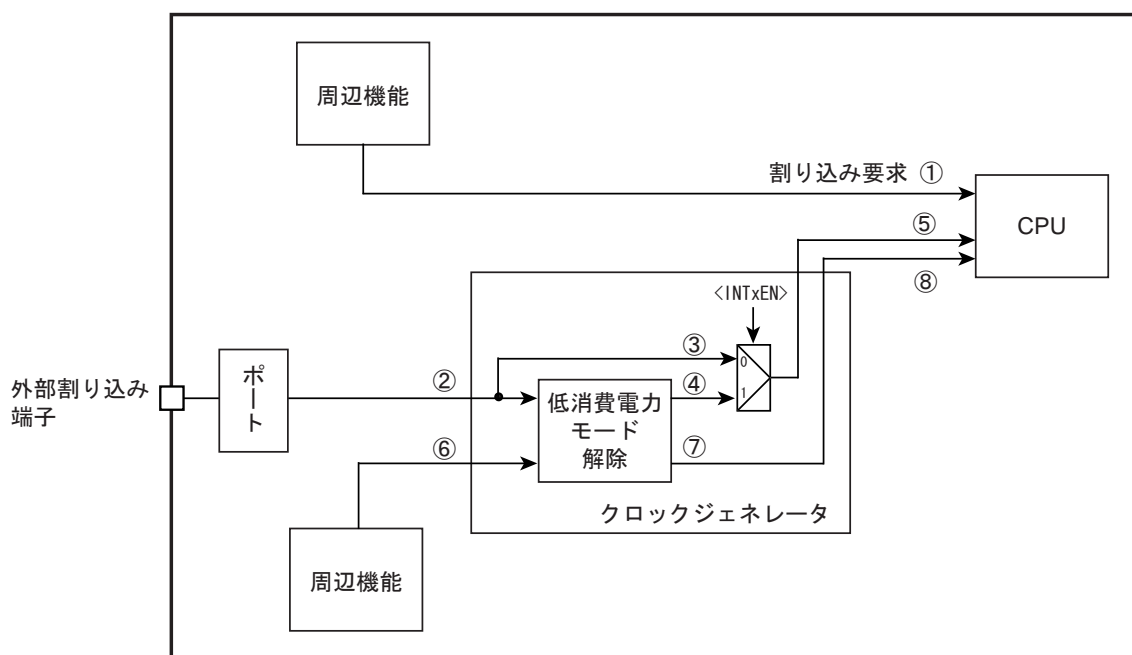

図 12-1 割り込み要求の経路
割り込み要求の経路を図 12-1 に示します。
外部割り込み端子からの入力信号(「図 12-1 割り込み要求の経路」の ②)は、ポート入力が禁止(PxIE<PxmiE>="0")の場合"High"となります。
また、外部割り込み端子を低消費電力モード解除要因として使用しない場合、外部割り込み端子からの入力信号がそのまま CPU に伝わります(「図 12-1 割り込み要求の経路」の ②③⑤)。